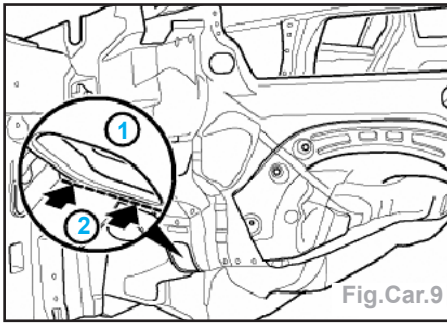

Fig.Car.9
- Pour cela, découper deux points de soudure au burin dans l'interstice entre le raidisseur du longeron moteur (2) et la partie AV de longeron moteur (1) (Fig.Car.9).